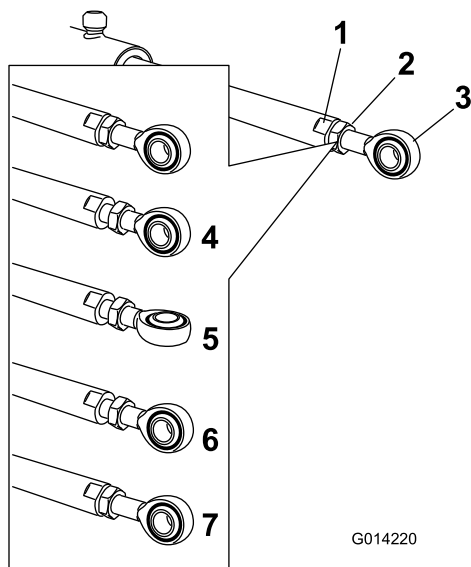

Figure 102
5. Placez une clé sur les méplats de la tige de vérin pour l'immobiliser, puis desserrez l'écrou de blocage pour pouvoir ajuster la tige à œillet (Figure 102).
6. Tournez la tige à œillet dans la tige du vérin pour raccourcir ou allonger le vérin déployé à la position voulue (Figure 102).